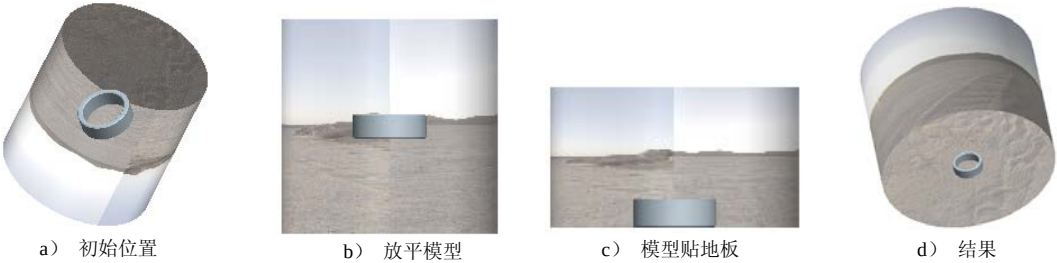

图 7.6.10 模型放平在地板上（模型位置图）
(1) 在图 7.6.9 所示的“场景”对话框中单击 **房间(R)** 选项卡，在系统弹出的“房间”选项卡中，选择下拉菜单 **选项** → **房间类型** → **圆柱形房间** 命令，此时屏幕中的模型如图 7.6.10 a 所示。
(2) 在“已命名视图”下拉列表中选择 V2，将模型视图设置到 V2 状态；选中 ☒ 将房间锁定到模型 复选框；在 房间方向 区域中单击 照相室 按钮，此时屏幕模型如图 7.6.10 b 所示。
(3) 调整地板和墙壁。在 大小 区域中，拖动 ☒ 地板 后面的滚轮，使地板与模型下表面平齐，如图 7.6.10 c 所示。然后在 ☒ 墙壁 2 的文本框中输入数值 -1.0，在 ☒ 天花板 的文本框中输入数值 2.0。结果如图 7.6.11 所示。
(4) 将模型视图设置到 V1 状态，此时屏幕模型如图 7.6.10 d 所示。